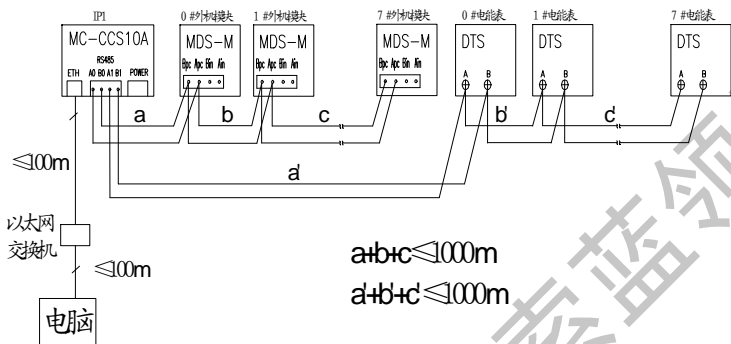

图 6
- E: 电源线与控制线平行布线时, 必须分别套电线管, 并保持大于 20 厘米的距离; 外机通讯线总长不超过 1000 米, 电表通讯线总长不超过 1000 米, 以太网线不超过 100 米, 见图 6 所示。